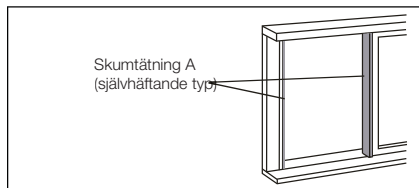

Fig. 18
1. Kapa skumtätningarna (självhäftande) i lämplig längd och sätt dem i fönsterramen. Se Fig.18.